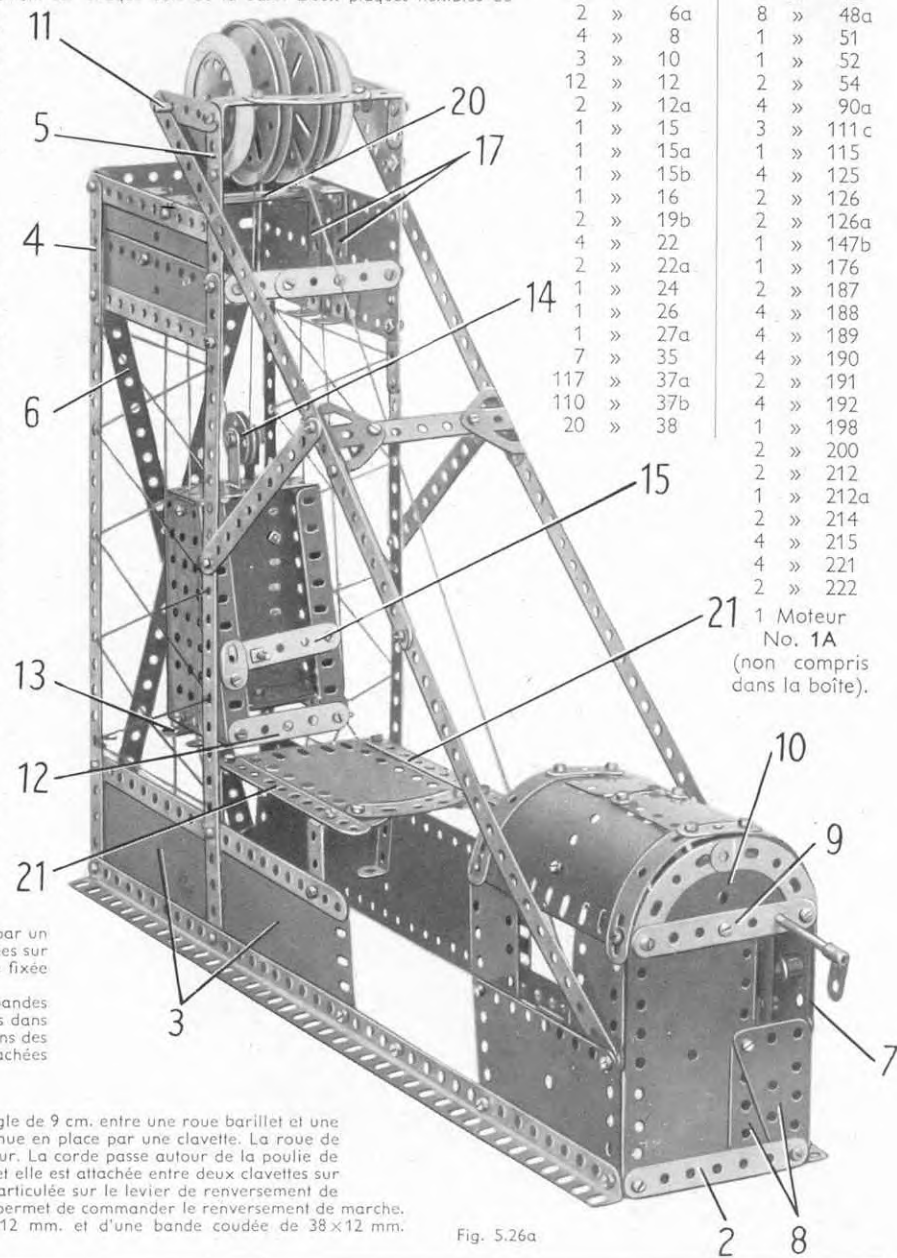

Fig. 5.26a
Le côté de l'abri du moteur qui apparaît sur la figure 5.26a est constitué par une moitié de plaque à charnière et deux plaques flexibles de 6 x 4 cm. L'autre côté se construit en boulonnant un moteur mécanique No 1 A sur la base. Deux bandes de 5 trous (7) sont fixées aux angles supérieurs du moteur qu'elles débordent d'un trou. L'arrière de l'abri est formé par la seconde moitié de la plaque à charnière et par deux plaques flexibles triangulaires de 6 x 4 cm. (8). Une bande de 7 trous (9) est fixée aux côtés de l'abri par des équerres, et porte une plaque semi-circulaire (10) bordée par deux bandes incurvées épaulées. Le toit est formé par deux plaques cintrées de 43 mm. de rayon, deux plaques flexibles de 6 x 6 cm. et deux de 6 x 4 cm. Ces plaques sont bordées par 4 bandes cintrées à glissières et deux bandes de 3 trous; elles sont boulonnées sur les plaques flexibles de 6 x 4 cm. et sur les bandes de 5 trous (7).